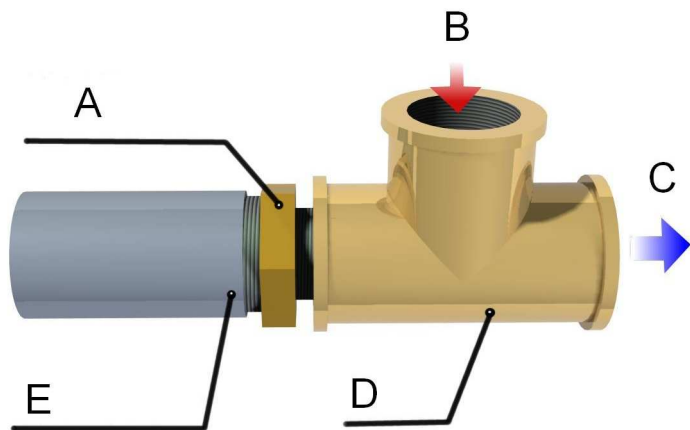

Abb.1
- 1) Заправьте сборный резервуар. Откройте крышку заливной горловины, и заправьте резервуар (при необходимости, используйте Т – образное соединение), одновременно наблюдая за индикаторным уровнем (смотрите рис. 1, пункт 5.2.1).
- 2) Заправьте сборный резервуар. Откройте крышку заливной горловины, и заправьте резервуар (при необходимости, используйте Т – образное соединение), одновременно наблюдая за индикаторным уровнем (смотрите рис. 1, пункт 5.2.1).
- 2) Залить в бак через соединение в верхней части холодильной машины (при необходимости, используйте Т – образное соединение), одновременно наблюдая за индикаторным уровнем (смотрите рис. 1, пункт 5.2.1).